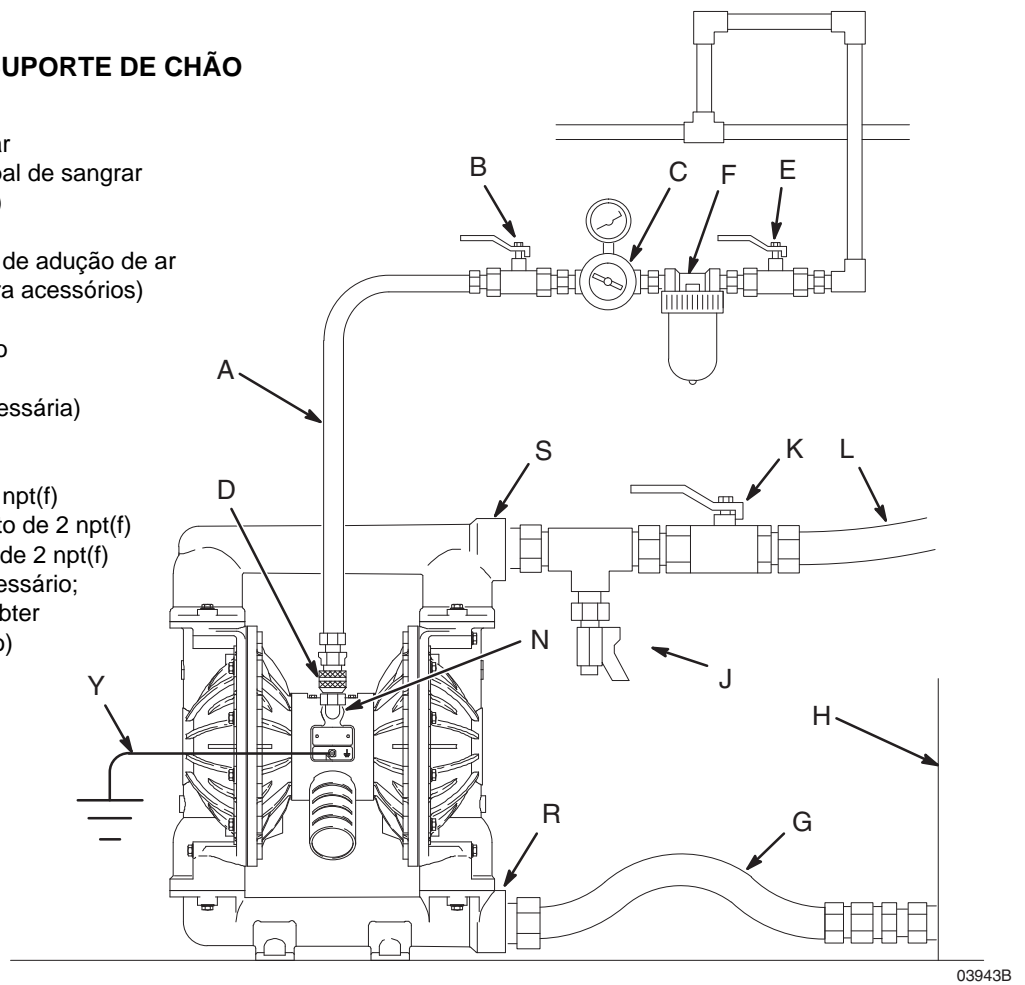

FIG. 2
O sangramento da válvula pneumática principal de sangrar (B) é necessário no seu sistema para aliviar o ar retido entre esta válvula e bomba. O ar preso pode causar alteração do ciclo de forma inesperada, o que pode resultar em ferimentos graves, incluindo respingos nos olhos ou na pele, lesões de partes móveis, ou contaminação por líquidos perigosos. Consulte FIG. 2.
1. Instale os acessórios da linha de adução de ar como mostrado na FIG. 2. Monte estes acessórios na parede ou num suporte. Certifique-se de que a linha de ar que alimenta os acessórios está ligada à terra.
- a. Instale um regulador de ar (C) e calibre para controlar a pressão do líquido. A pressão de saída do líquido vai ser a mesma que a configurada no regulador de ar.
- b. Instale uma válvula pneumática principal de sangrar (B) perto da bomba e use-a para aliviar o ar preso. Ver **ADVERTÊNCIA** em cima. Localize a outra da válvula de ar principal (E) a montante de todos os acessórios da linha de ar e use-a para os isolar durante a limpeza e reparação.
- c. O filtro da linha de adução de ar (F) remove a sujidade e humidade nocivas do fornecimento de ar comprimido.
2. Instale um tubo de ar flexível (A), ligado à terra, entre os acessórios e a entrada de ar da bomba (N) de 1/2 npf(f). Consulte a Fig. 2. Utilize um tubo flexível pneumático de, no mínimo, 1/2" (13 mm) de DI. Aperte um acoplador de desengate rápido da linha de adução de ar (D) na extremidade do tubo flexível pneumático (A) e aparafuse o acessório correspondente na entrada de ar da bomba. Não ligue o acoplador (D) ao acessório até que a bomba esteja pronta para funcionar.
Uma válvula de drenagem de líquido (J) é necessária para aliviar a pressão na mangueira flexível, caso esta seja ligada. A válvula de drenagem reduz o risco de ferimentos graves, incluindo respingos nos olhos ou na pele, ou contaminação por líquidos perigosos quando a pressão é aliviada. Instale uma válvula junto à saída de líquido da bomba. Consulte FIG. 2.
1. **Utilize o tubos flexíveis de produto com ligação à terra (L).** A saída de produto da bomba (S) é de 2" npt(f). Aparafuse o acessório do produto na saída da bomba com firmeza.
2. Instale uma válvula de drenagem de produto (J) perto da saída de produto. Ver **ADVERTÊNCIA** em cima.
3. Instale uma válvula de fecho (K) na linha de saída de líquido.
4. Coloque a extremidade da mangueira de líquido (L) num recipiente adequado.
5. Feche a válvula de drenagem de líquido (J). Consulte FIG. 2.
6. Com o regulador de ar da bomba (C) fechado, abra todas as válvulas pneumáticas principais de sangrar (B, E).
8. Abra lentamente o regulador de ar da bomba (H) até a bomba iniciar o ciclo. Permita que a bomba inicie o ciclo lentamente até que todo o ar seja empurrado para fora das linhas e a bomba fique preparada.
1. Fig. 2 e esquema de peças. Siga os passos 1 a 7 anteriores de **Começar e Ajustar a Bomba**.
2. Abrir regulador de ar (C).